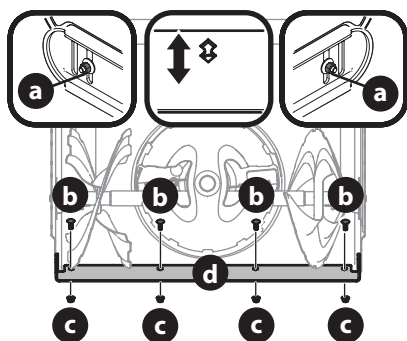

Figure 53
3. Desserrez les écrous (a) des patins arrière des deux côtés de la souffluse et retirez les boulons de carrosserie (b) et les écrous hexagonaux (c) qui fixent la lame de raclage (d) au boîtier des tarières. Voir Figure 53.
- Placez la lame de raclage dans une des deux positions de montage. Remplacez les boulons de carrosserie, les écrous et la quincaillerie des patins retirés à l'étape 3 et serrez-les bien. Voir Figure 53.